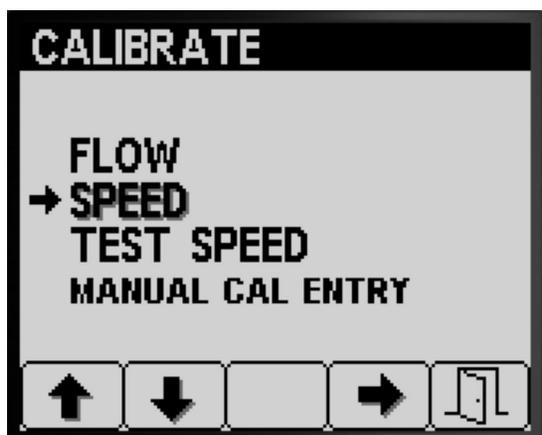

Figure 60
1. Appuyez sur le bouton 1 ou 2 du sous-menu ÉTALONNAGE pour naviguer jusqu'à l'option VITESSE (Figure 60).
2. Appuyez sur le bouton 4 pour sélectionner l'option d'étalonnage Vitesse (Figure 60).